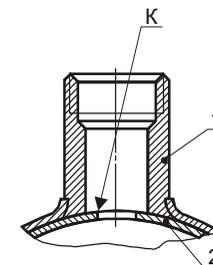

Рисунок 6
- осторожно прочистить и продуть втулку свечи 1 (рисунок 6), не нарушая выступающей кромки К футеровки 2.